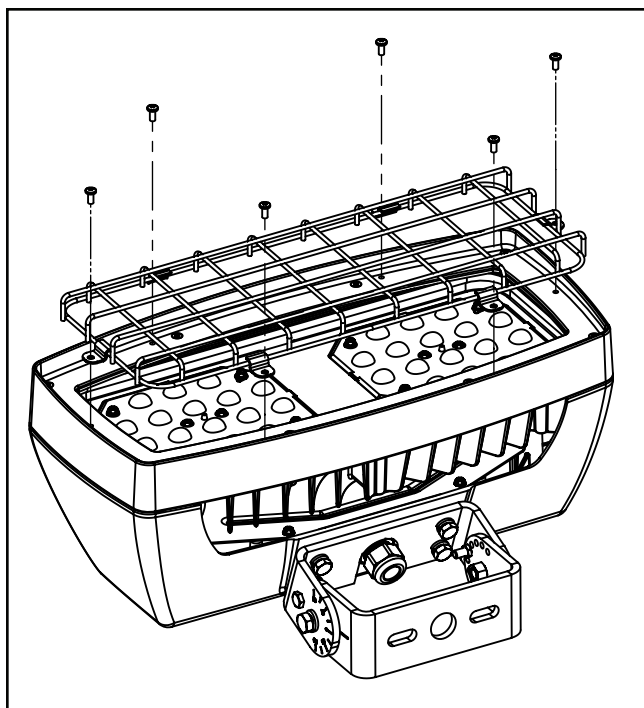

Figure 5.
Protecteur de fil métallique (Figure 5).
1. Alignez le protecteur de fil métallique situé sur le cadre de la lentille et correspondant aux six trous existants. (Figure 5).
2. Serrez les (6) vis 8-32 sur la face du luminaire.